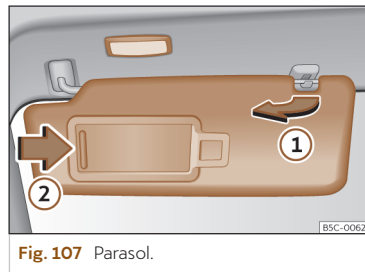

Fig. 107 Parasol.
- El parasol puede extraerse de la fijación y girarse hacia la puerta >>> **fig. 107 1**.